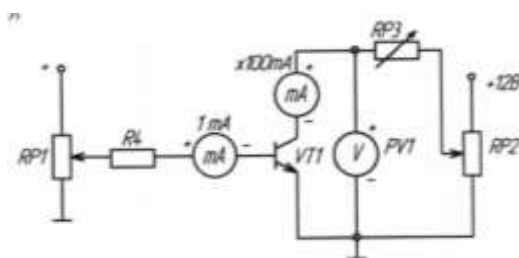

Рисунок 1
1. Собрать схему (рис. 1) для снятия статической характеристики прямой передачи по току $I_K = f(I_B)$ биполярного транзистора. Для измерения тока базы подключить миллиамперметр PA1 (до 1 мА), а для измерения тока коллектора подключить PA2 (до 100 мА). Для измерения напряжения на коллекторе использовать вольтметр PV1, в качестве резистора в цепи коллектора использовать резистор RP3. Результаты измерений занести в таблицу 36.